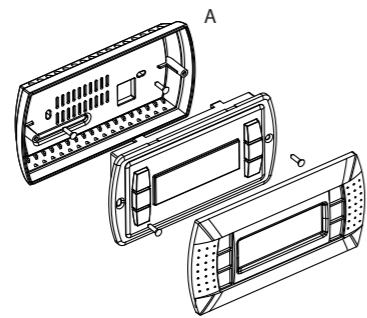

Fig. 2
Montaż ścienny terminala polega na wstępnym zamocowaniu obudowy tylniej A (Rys. 2) z wykorzystaniem standardowej 3-modułowej skrzynki przełącznikowej.
- Oprzeć panel przedni na elemencie tylnym i połączyć części używając śrub z łbem płaskim dostarczonych w opakowaniu, jak prezentuje Rys. 2;
The wall-mounting of the terminal first requires the back piece of the container A (Fig. 2) to be fitted, using a standard three-module switch box.
- Rest the front panel on the back piece and fasten the parts together using the flush-head screws supplied in the packaging, as shown in Fig. 2;